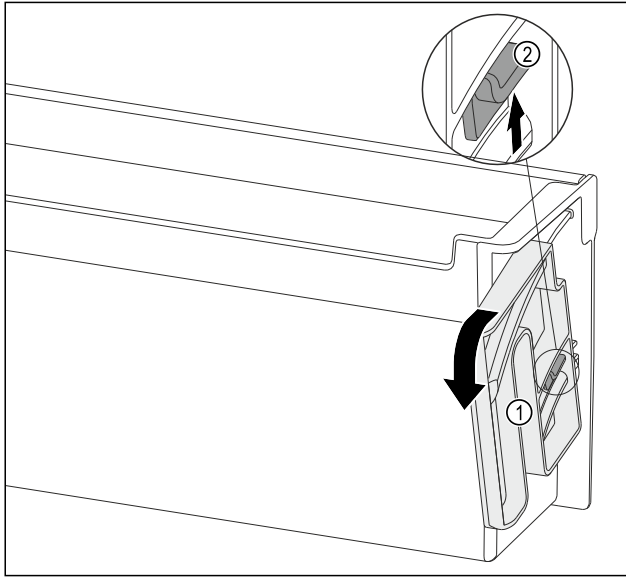

Fig. 123
- Çevirme ünitesini Fig. 123 (1) belirtilen yönde sonuna kadar çevirin.
- Mandalı Fig. 123 (2) yukarıya doğru bastırın ve çevirme ünitesini Fig. 123 (1) çıkarın.